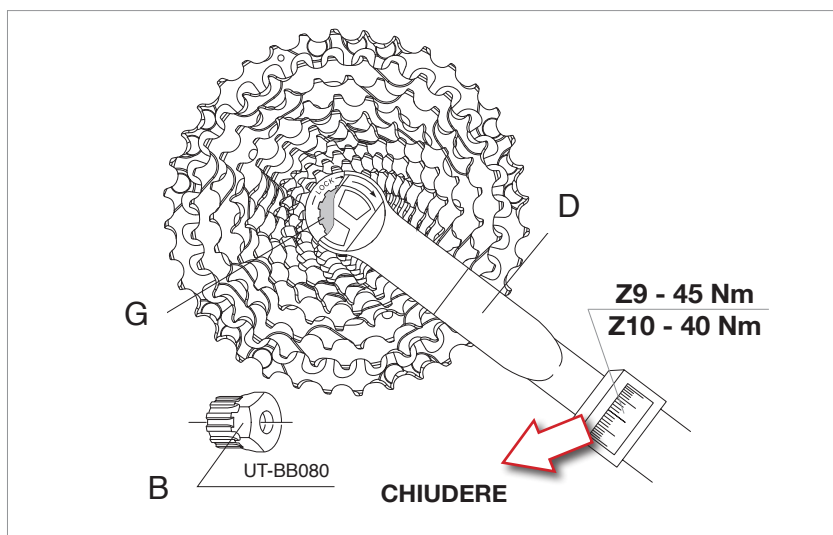

Fig.4
- Utilizzando una chiave dinamometrica (D - Fig. 4) assieme all'utensile Campagnolo® UT-BB080 (B - Fig. 4), serrate la ghiera (G - Fig. 4), sul corpo ruota libera a **45 Nm (398 in.lbs)** per cassette pignoni con partenza Z9 (salvo differenti indicazioni sulla ghiera) o **40 Nm (354 in.lbs)** per cassette pignoni con partenza Z10 (salvo differenti indicazioni sulla ghiera).